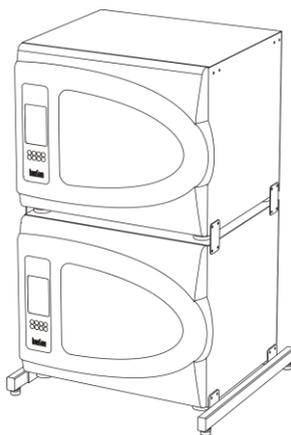

Рисунок 5. Монтаж 3 приборов, средний прибор
- 5.5.2. Средний прибор (рисунок 5):